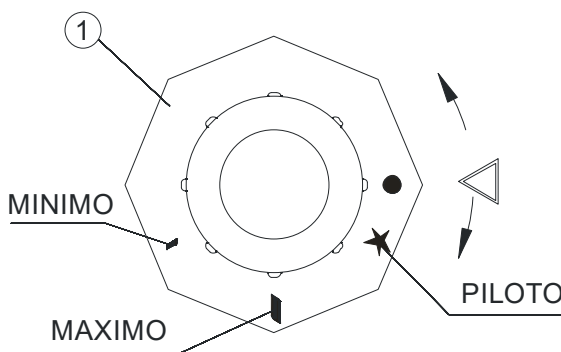

Fig. 22
- Encendido de la llama piloto del quemador descubierto, pulsar el mando 1 fig. 22, y girar en sentido contrario a las agujas del reloj, hasta la posición de **PILOTO**. Sin dejar de pulsar el mando de la válvula de seguridad, al mismo tiempo acercar una llama al piloto, este quedara encendido, mantener pulsado el mando durante unos segundos sin soltarlo comprobando que el piloto quede encendido, si no fuera así repetir esta operación.
- Encendido de la llama piloto del quemador cubierto-descubierto “**placa radiante**”, pulsar el mando fig. 22, y girar en sentido contrario a las agujas del reloj, hasta la posición de **PILOTO**. sin dejar de pulsar el mando de la válvula de seguridad, al mismo tiempo pulsar el mando del piezoeléctrico con lo que el piloto quedará encendido, mantener pulsado el mando durante unos segundos sin soltarlo comprobando que el piloto quede encendido, si no fuera así repetir esta operación.
- Encendido del quemador. Pulsar de nuevo el mando Fig. 22 de la válvula de seguridad y girarlo en sentido anti-horario hasta la posición de máximo, el quemador se pondrá en marcha, se encenderá. si pulsamos de nuevo y giramos en sentido anti-horario hasta llegar a hacer tope, nos encontramos con la posición de mínimo, donde la llama será mínima.